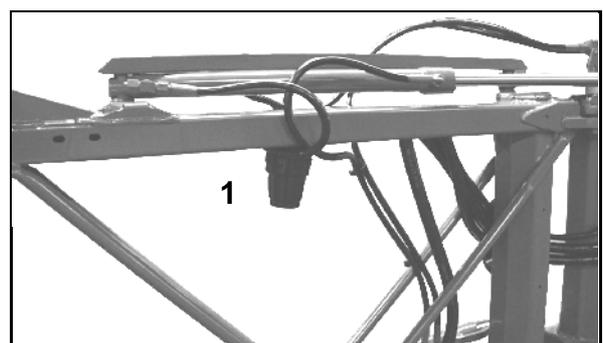

Fig. 204
- Reinigen Sie die LeitungsfILTER (Fig. 204/1) je nach Einsatzbedingungen ca. alle 3 – 4 Monate.